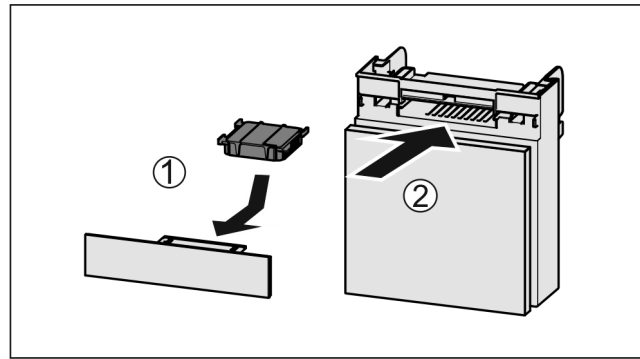

Fig. 181
- ▶ Aktivkohlefilter nach Abbildung einsetzen Fig. 181 (1).
- ▶ Fach einschieben Fig. 181 (2).